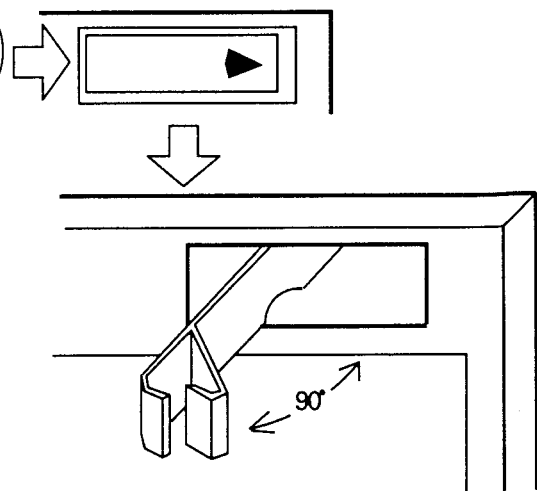

Fig.4 Abb.4
2. Insert a small flat Screw Driver into the slots of the 5 Rear Cover Fastening Clips as shown in Fig. 4.
2. Mit einem schmalen, flachen Schraubendreher die fünf Klammern der Rückwand öffnen, siehe Abb. 4.